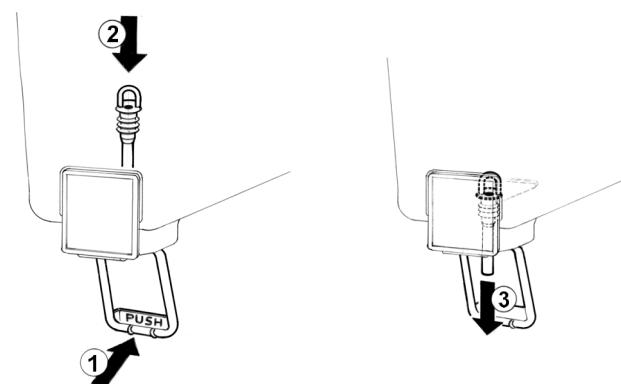

Bild 5
- 2 Ausschlauchventil: den Betätigungshebel des Ventils drücken (1) und den Ausschlauch in den Behälter einfügen (2). Am unteren Ende des Ausschlauchs leicht nach unten ziehen (3) bis er genau sitzt (Bild 5).